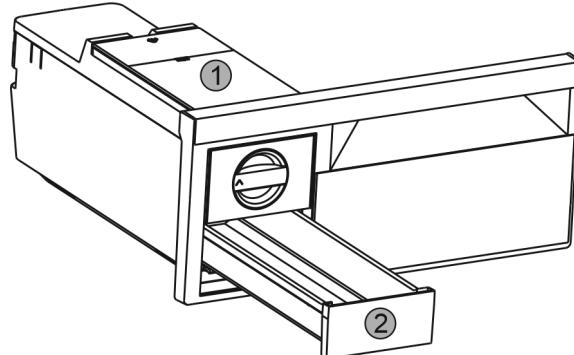

Fig. 38
- Scoateți rezervorul de apă Fig. 38 (1) și sertarul de cuburi de gheăță Fig. 38 (2).